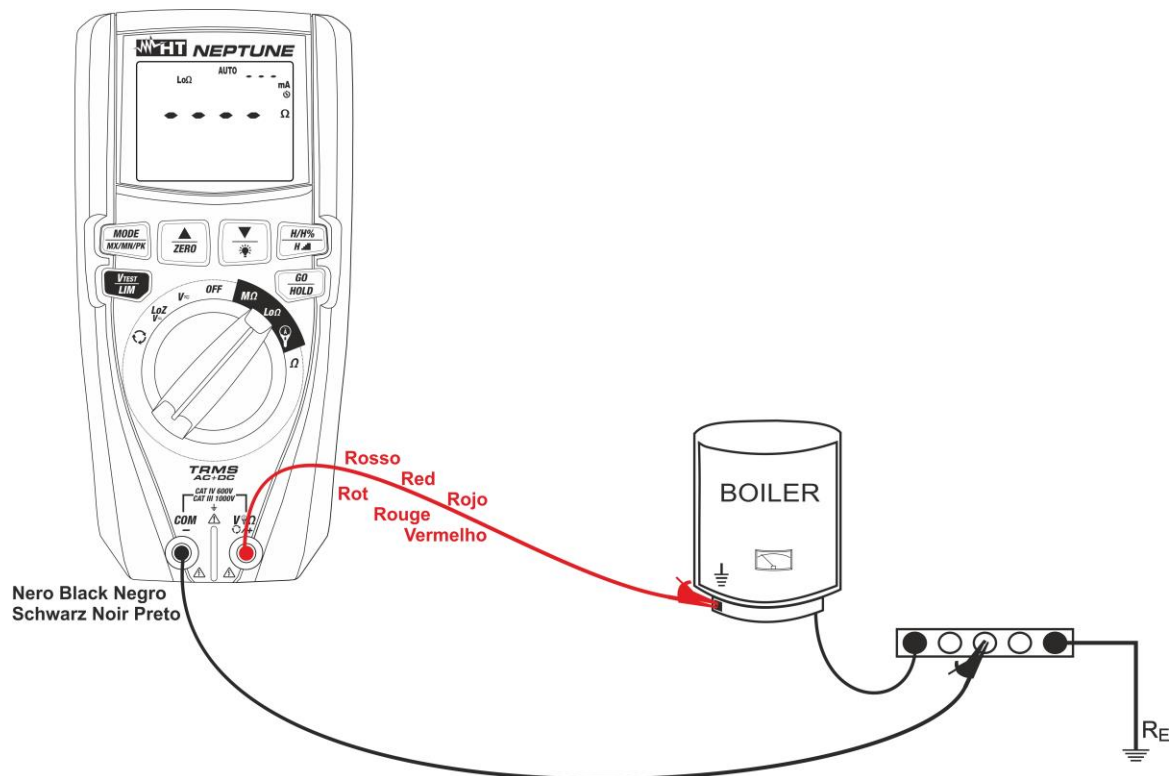

Fig. 25: Uso dello strumento per misura continuità in modo AUTO
7. Inserire il conduttore rosso nel terminale di ingresso **V Ω ☼/+** e il conduttore nero nel terminale di ingresso **COM/-** e collegare lo strumento all'impianto in esame (vedere Fig. 25)